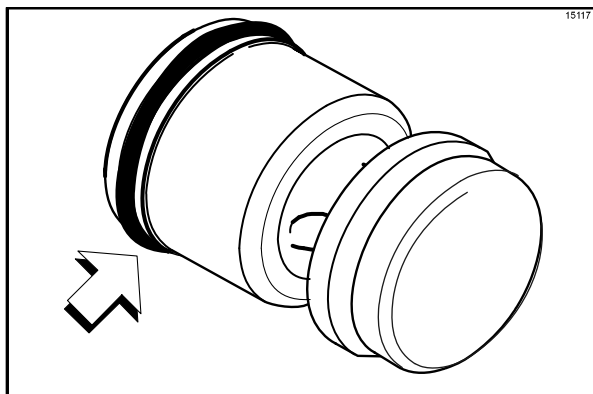

Рисунок 143
2. Соберите поршень. Наденьте красный кольцевой уплотнитель в канавку на поршне. Кольцевой уплотнитель смазывать ЗАПРЕЩАЕТСЯ. (См. рис. 143)